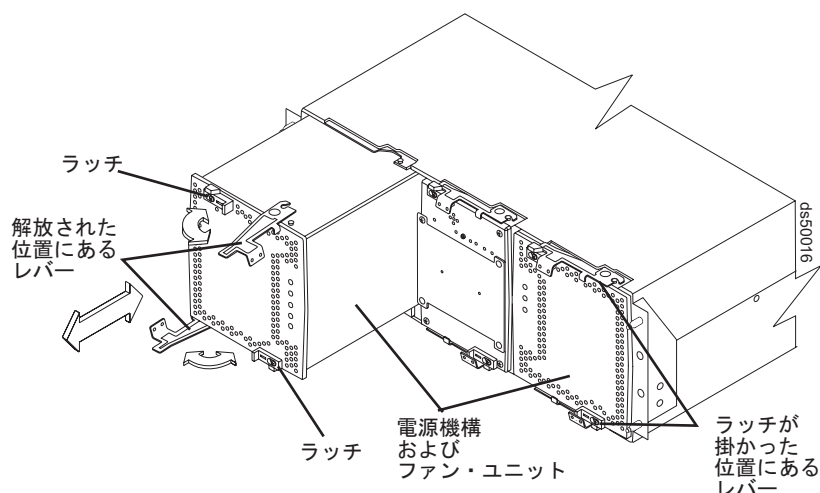

図 117. DS5100 および DS5300 からの電源機構およびファン・ユニットの取り外し
9. 障害を起こした電源機構およびファン・ユニットの上部および下部のレバーのラッチを外します。両方のレバーを同時に外に回転させ、障害を起こした電源機構およびファン・ユニットを取り外します。(図 117 に、ストレージ・サブシステム・シャーシからスライドする電源機構およびファン・ユニットを示します。)